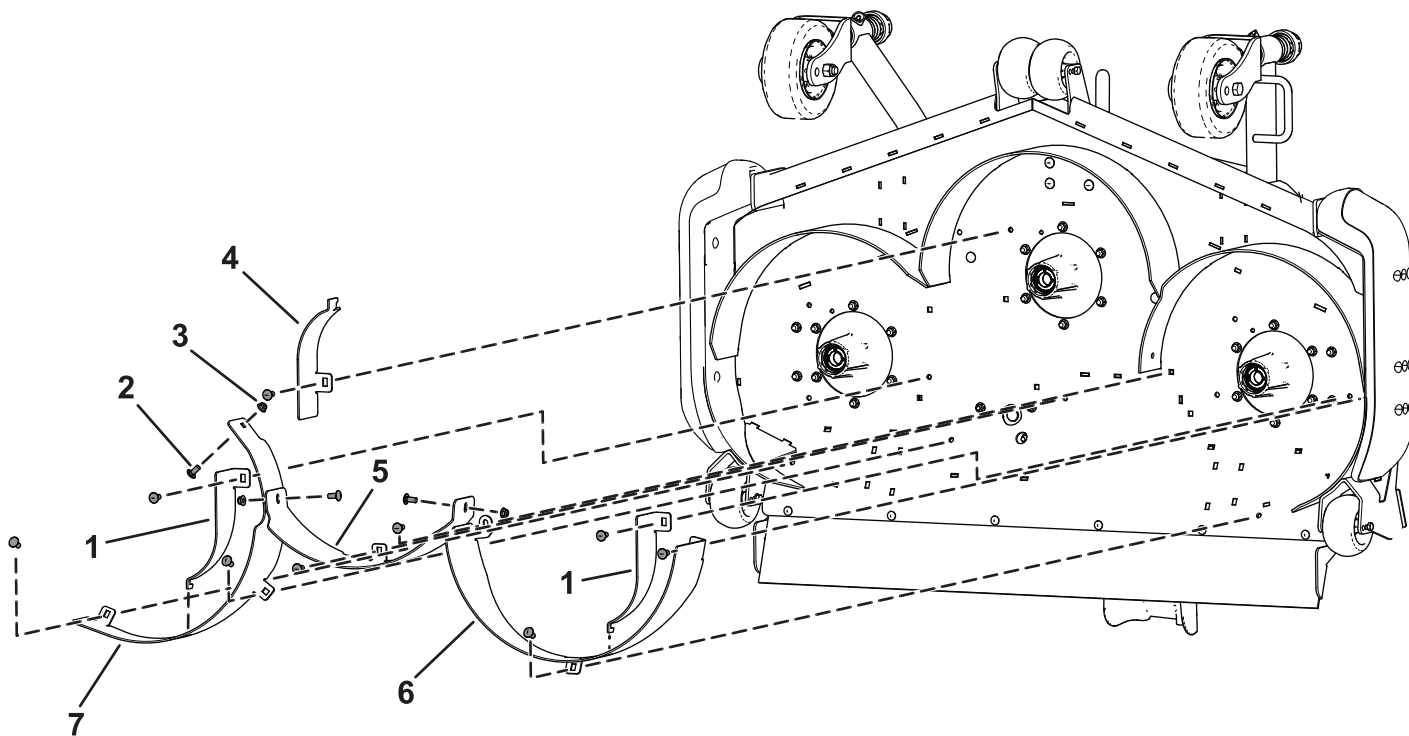

Figura 6
1. Instale sem apertar o abafador direito traseiro na plataforma do cortador utilizando três parafusos de carroçaria ($\frac{3}{8}$ pol. x $\frac{7}{8}$ pol.) e três porcas de bloqueio ($\frac{3}{8}$ pol.) como se mostra na Figura 6.
2. Instale sem apertar o abafador esquerdo traseiro na plataforma do cortador utilizando três parafusos de carroçaria ($\frac{3}{8}$ pol. x $\frac{7}{8}$ pol.) e três porcas de bloqueio ($\frac{3}{8}$ pol.) como se mostra na Figura 6.
3. Instale sem apertar o abafador central traseiro na plataforma do cortador utilizando dois parafusos de carroçaria ($\frac{3}{8}$ pol. x $\frac{7}{8}$ pol.) e duas porcas de bloqueio $\frac{3}{8}$ pol.) como se mostra na Figura 6.
4. Instale sem apertar o abafador central traseiro no abafador direito traseiro utilizando um parafuso de carroçaria ($\frac{3}{8}$ pol. x $\frac{7}{8}$ pol.) e uma porca de bloqueio ($\frac{3}{8}$ pol.) como se mostra na Figura 6.
5. Instale sem apertar os dois abafadores esquerdos traseiros e abafador central traseiro utilizando três parafusos de carroçaria ($\frac{3}{8}$ pol. x $\frac{7}{8}$ pol.) e três porcas de bloqueio ($\frac{3}{8}$ pol.) como se mostra na Figura 6.